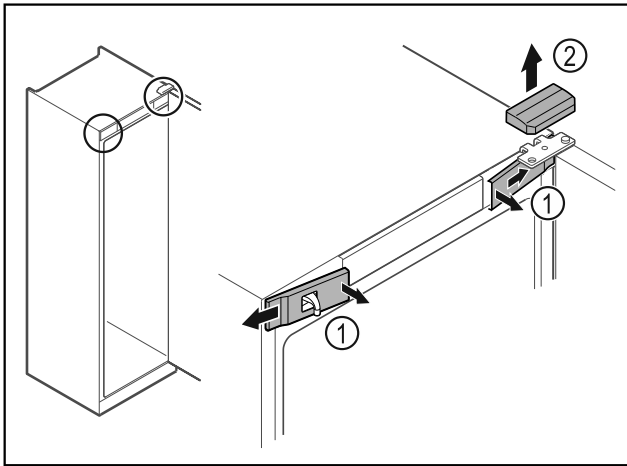

Fig. 2
- Vordere Abdeckungen Fig. 2 (1) innen ausrasten und zur Seite abnehmen.
- Obere Abdeckung Fig. 2 (2) nach oben abnehmen.